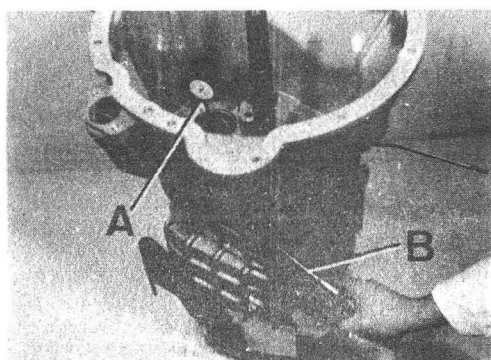

Fig. C1-85 Ajuste eje intermedio
2.2.5. Haciendo uso de un destornillador o desmontable, se apalancará sobre el engranaje de toma constante del eje intermediario, desplazando éste hacia arriba y abajo para medir su juego longitudinal en el comparador (Fig. C1-85).